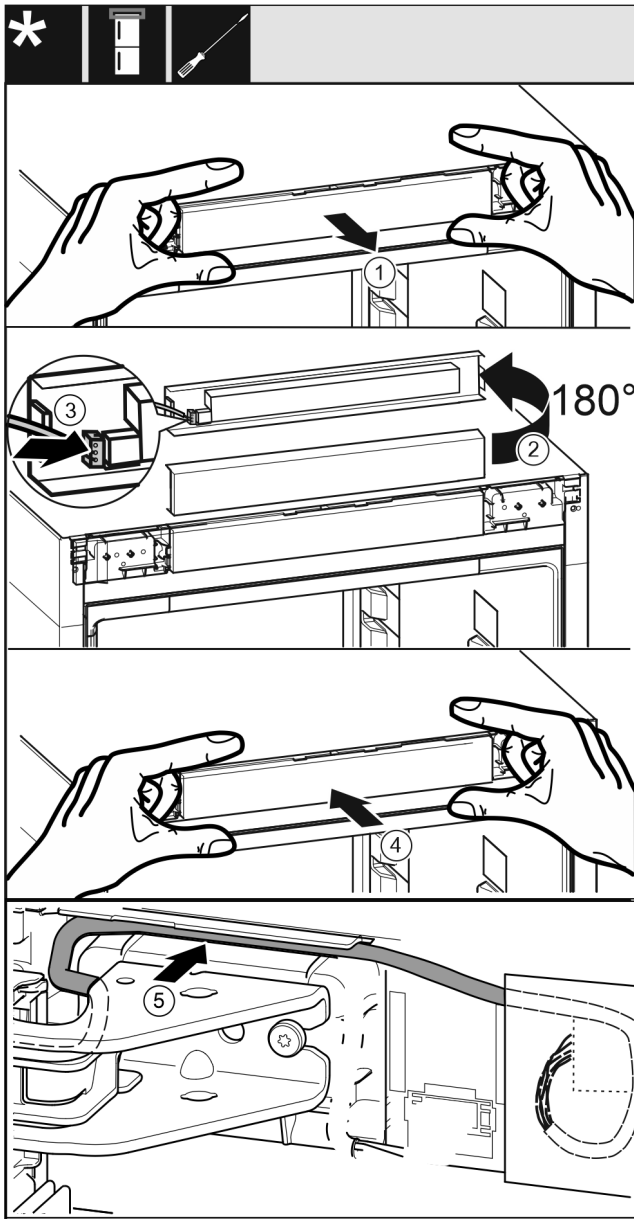

Fig. 38
- ▶ 小心地取出控制面板 Fig. 38 (1)。
- ▶ 将控制面板 Fig. 38 (2)向上旋转 180°。
- ▶ 将插头 Fig. 38 (3)卡紧在控制面板上。
- ▶ 将控制面板 Fig. 38 (4)重新卡紧在冰箱上。
- ▶ 将电缆 Fig. 38 (5)通过上方托架小心地放置到导向装置中。